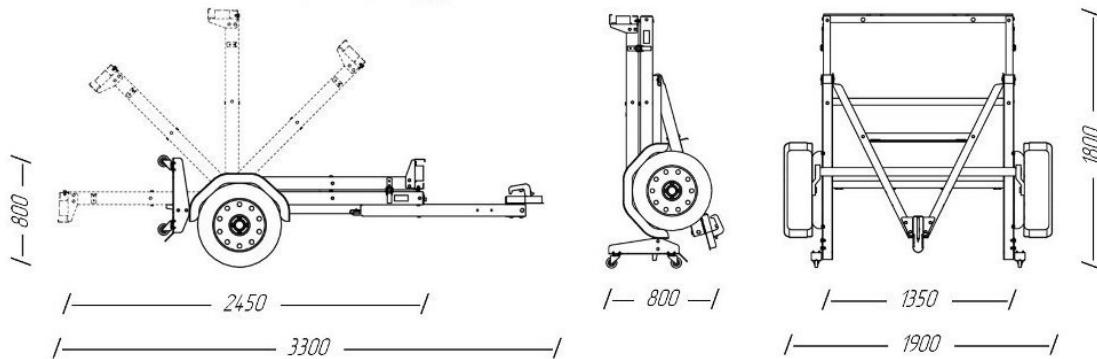

Рис.4 Габариты складного прицепа.
4.1 Складная конструкция рамы состоит из двух платформ связанных между собой четырьмя петлями (Рис.4). V-образное откидное дышло соединено с передней платформой с помощью двух болтов (шарнирное соединение) и двумя задвижками спереди для фиксации дышла. Задняя платформа крепится на четырех петлях и опирается на два п-образных жестких профиля с задвижками для фиксации платформы в разобранном положении. В сложенном виде платформа фиксируется с помощью двух защелок. Для перемещения по гаражу в вертикальном положении прицеп оснащен кронштейнами с четырьмя колесами с тормозами.
5.1. Складная конструкция изображена на Рис.4. Более подробно со складной конструкцией можно ознакомится на сайте [www.rafer.su](http://www.rafer.su).